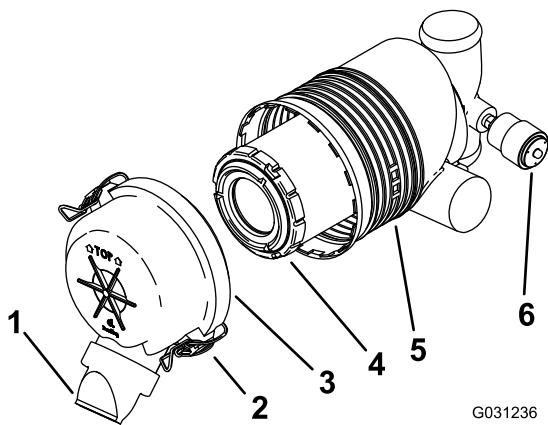

Рисунок 44
Внимание: Обслуживание фильтра воздухоочистителя следует производить только тогда, когда индикатор сервисного обслуживания загорится красным (Рисунок 44). Замена воздушного фильтра без необходимости увеличивает вероятность попадания грязи в двигатель при извлечении фильтра.
4. Освободите защелки воздухоочистителя и отделите крышку от корпуса воздухоочистителя (Рисунок 44).
1. Осторожно извлеките фильтр из корпуса воздухоочистителя (Рисунок 44).
4. Осторожно установите фильтр (Рисунок 44).
5. Установите крышку воздухоочистителя таким образом, чтобы сторона, обозначенная как TOP (ВЕРХ), была обращена вверх; и закрепите защелки (Рисунок 44).